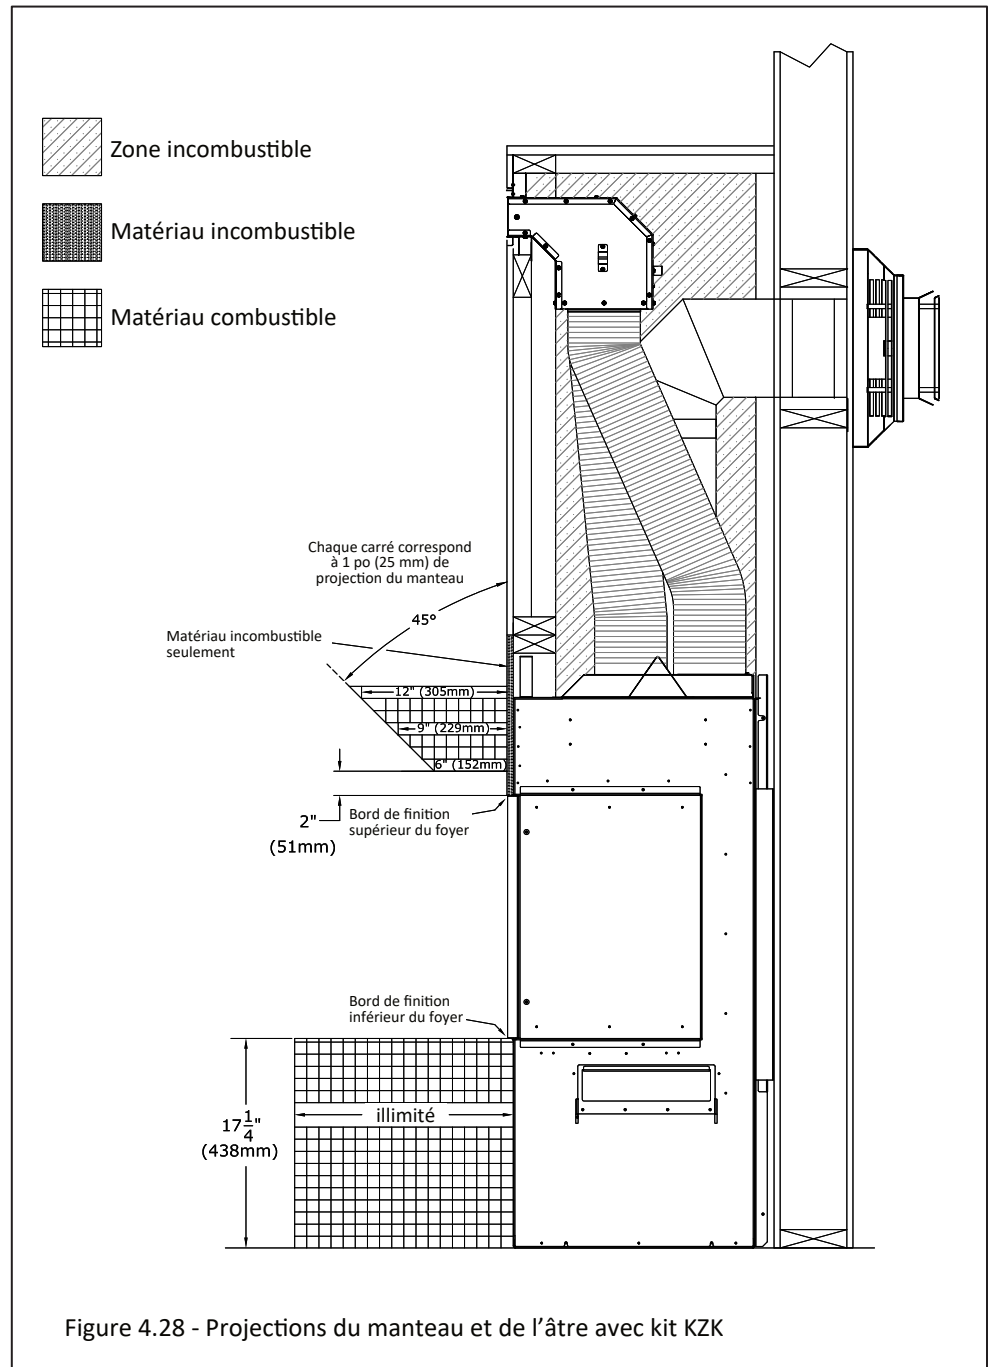

Figure 4.28 - Projections du manteau et de l'âtre avec kit KZK
- **Projection du manteau combustible:** Comme la Figure 4.28 l'indique, un manteau ayant 6 po (152 mm) de projection maximum peut commencer à 2 po (51 mm) au-dessus du bord de finition supérieur du foyer. La projection du manteau peut augmenter de 1 po (25 mm) pour chaque 1 po (25 mm) de hauteur additionnelle, à partir d'un manteau de 6 po (152 mm).
- **Extension d'âtre combustible:** Une extension d'âtre combustible peut avoir une projection illimitée et peut être surélevée jusqu'au bord de finition inférieur du foyer. Voir la Figure 4.28.